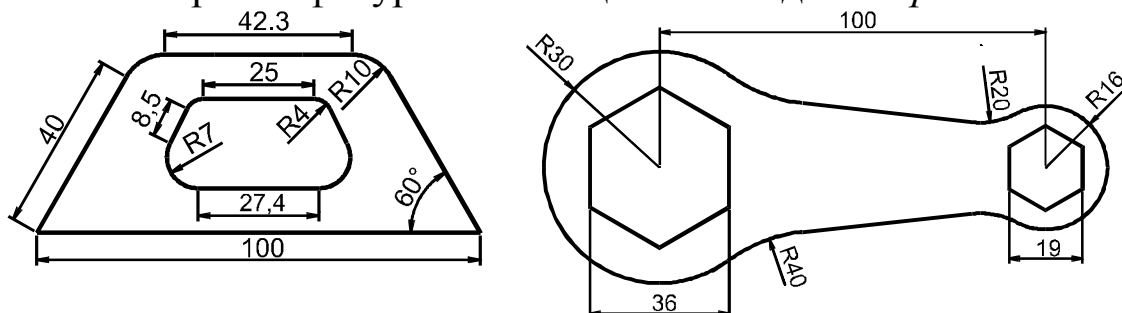

Рис. 40. Графическое задание № 3
10. Выполнить графическое задание № 3 (рис. 40).